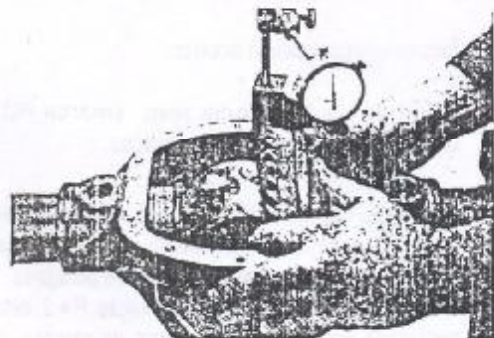

Figura 5.17.6 - Verificação da folga lateral
3. Instalar um micrômetro de dial na carcaça do eixo, posicionando-o de maneira que o apalpador fique apoiado em uma das faces laterais da coroa; forçando a coroa lateralmente, em ambos os sentidos, determinar cuidadosamente a folga lateral do conjunto (Figura 5.17.6).